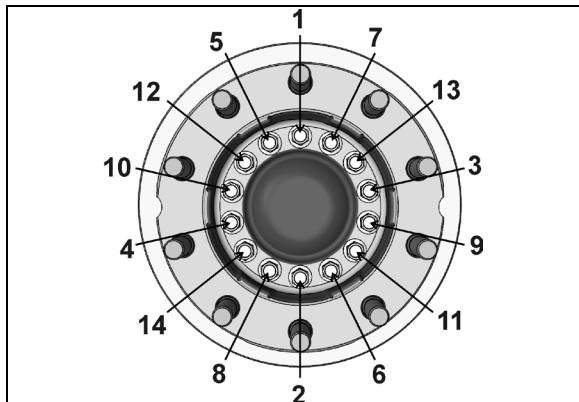

FIGURE 33: SÉQUENCE DE SERRAGE
16. Assujettir la bride du moyeu et le disque sur le roulement intégré en utilisant 14 vis d'assemblage neuves (à usage unique). Se reporter à la Figure 33 pour la séquence de serrage.